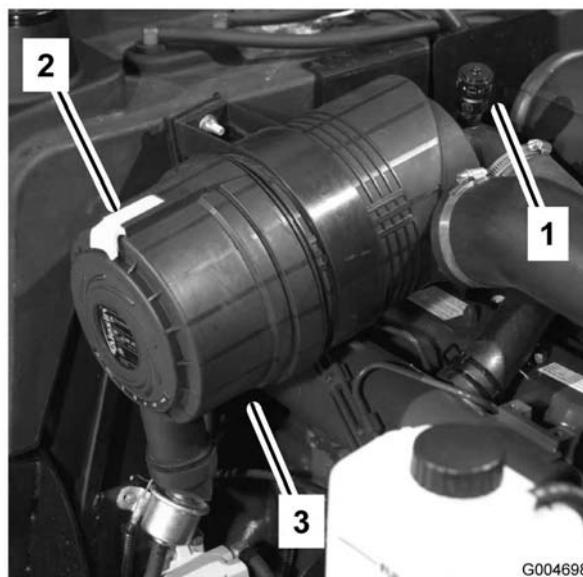

Figure 46
1. Tirez le verrou vers l'extérieur et tournez le couvercle du filtre à air dans le sens anti-horaire (Figure 46).
- Montez le couvercle en dirigeant la valve de sortie en caoutchouc (Figure 46) vers le bas, entre 5:00 et 7:00 heures environ vu de l'extrémité. Fermez le verrou.